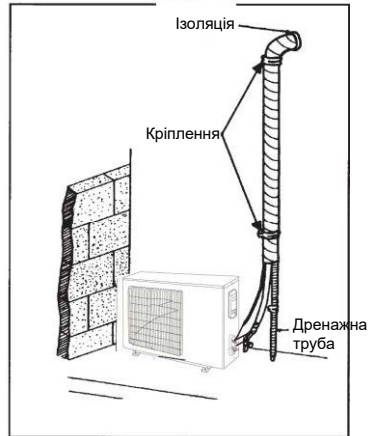

Рис. 15
- (1). Якщо зовнішній блок змонтовано нижче внутрішнього. (Див. рис. 15)